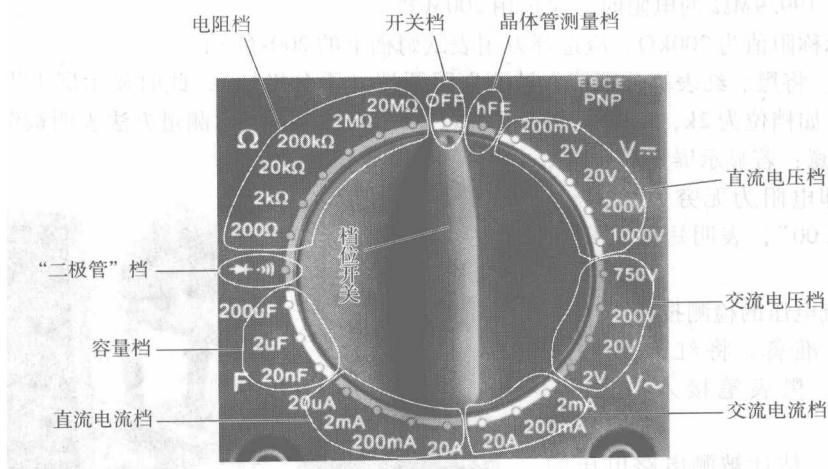

图 1-2 档位开关
(1) 液晶显示屏。液晶显示屏用来显示被测测量值的大小,它可显示到小数点后四位数字。
(2) 档位开关。档位开关用于改变测量功能、量程以及控制关机。档位开关的具体结构如图 1-2 所示。其功能有电阻档、二极管档、容量档、直流电流档、交流电流档、交流电压档、直流电压档、晶体管测量档等。